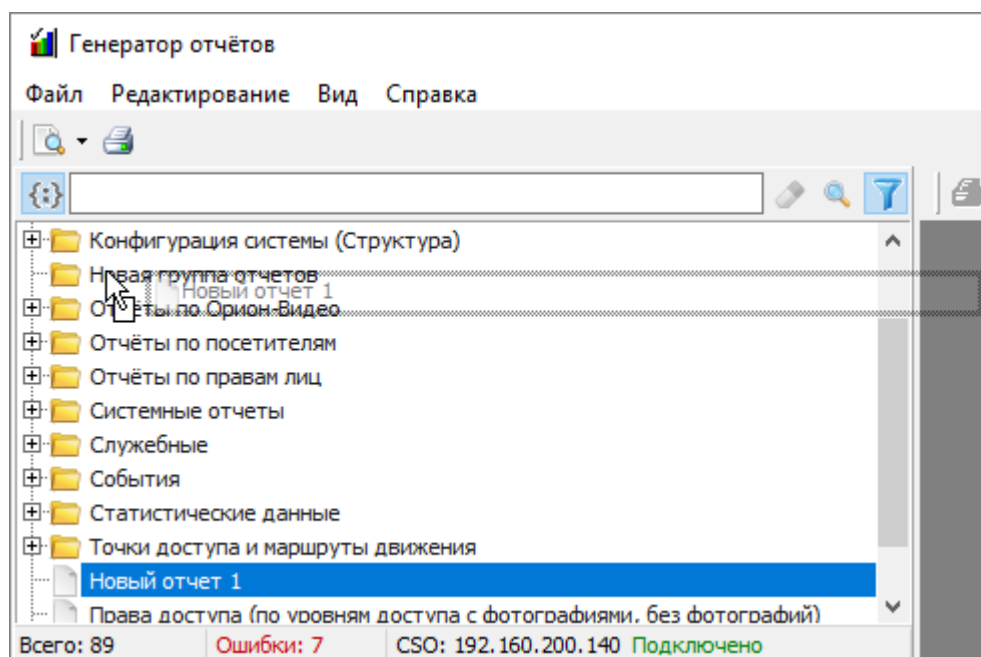

Рисунок 11-301 Перемещение отчета в группу отчетов
- 2) удерживая левую клавишу мыши нажатой, перетяните курсор мыши на наименование группы отчетов, в которую необходимо переместить отчет (см. Рисунок 11-301), либо в другое место развернутой структуры группы отчетов, в которую необходимо переместить отчет;